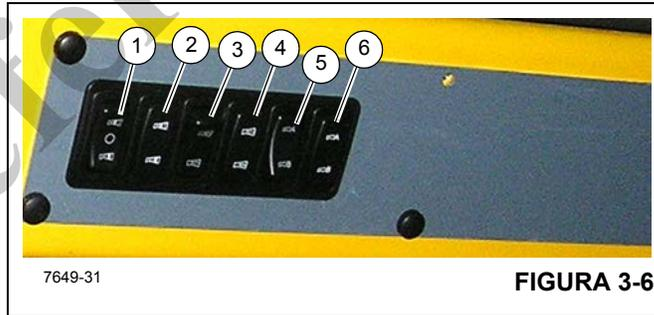

FIGURA 3-6
A chave seletora das seções telescópicas intermediária interna/intermediária central (IM/CM) da lança (1) (Figura 3-6) e o indicador (11) estão localizados no painel de controle do teto. Essa chave de três posições é usada em conjunto com a chave do modo telescópico manual/automático da lança (3) (Figura 3-6).
A chave manual/automático do telescópio da lança (3) (Figura 3-6) e o indicador (4) estão localizadas no painel de controle do teto. A chave tem duas posições marcadas como auto e manual.
A chave de seleção de modo A/B do telescópio (5) da lança e o indicador (6) (Figura 3-6) estão localizadas no painel de controle do teto.